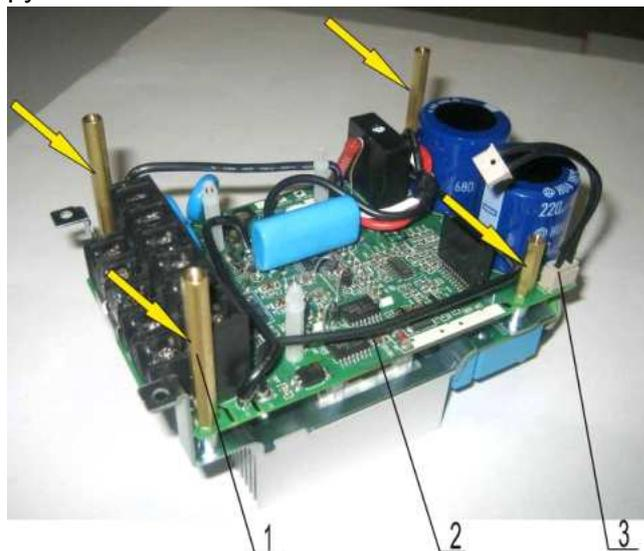

Рис. 6.9
- 6.7.1. Выкрутить четыре стойки 1 (рис. 6.9). Положить стойки в тару.
6.7.2. Отсоединить розетку 3 от разъёма на плате 2 (рис. 6.9). Положить кабель питания в тару.